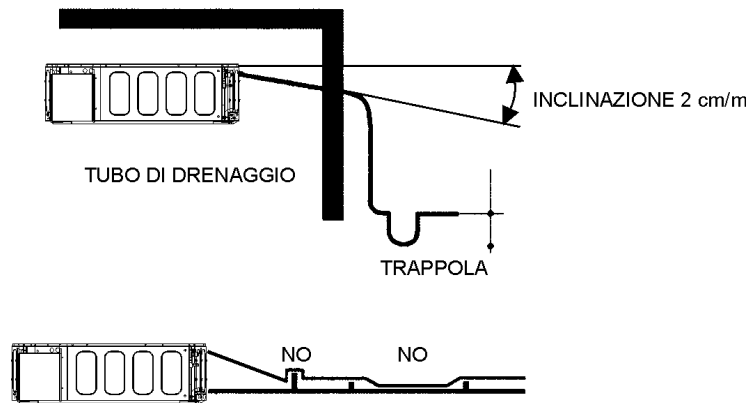

Fig. 12. Connettore del tubo di drenaggio
- B. Per permettere drenaggio corretto dell'acqua formata dall'umidità condensata, il passaggio del drenaggio deve essere pianificato in anticipo con una inclinazione di almeno 1%, senza creare imbottigliamenti e senza curvature verso l'alto (vedi Fig. 12). Fare attenzione a integrare un sifone ad un'altezza minima di 50 mm, per prevenire la penetrazione di odori spiacevoli nella stanza.